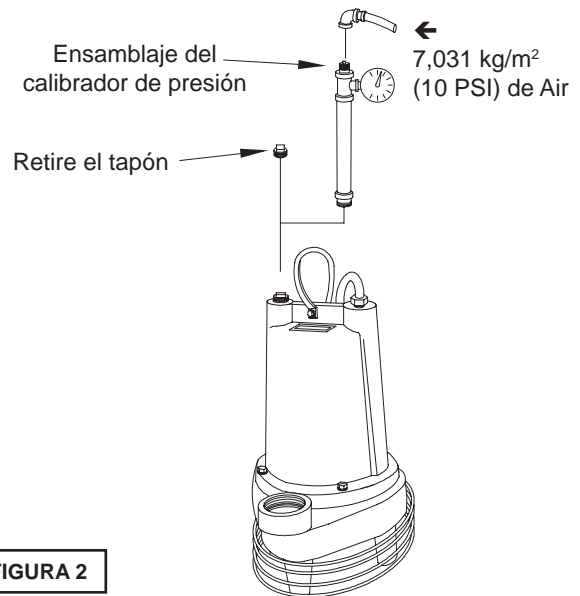

FIGURA 2
Cárter del motor - Antes de examinar la bomba para ver si hay fugas alrededor del sello del eje, los anillos cuadrados y el orificio para los cables, el nivel de aceite debe estar en lleno, según se indica en la sección F-1.3. Retire el tapón del tubo (41) o la válvula de presión (42) del cárter del motor (11). Aplique sellador para tubería al ensamblaje del calibrador de presión y apriete hacia el interior del orificio del tapón de llenado (vea la Figura 2). Use una solución jabonosa alrededor de las áreas selladas y examine las uniones para ver si hay "burbujas de aire". Si después de cinco minutos la presión todavía se mantiene constante, y no se observan "burbujas", deje salir la presión lentamente y retire el ensamblaje del calibrador. Coloque de nuevo el tapón del tubo en su lugar con un sellador. Si la presión no se mantiene constante, se deberá ubicar la fuga.